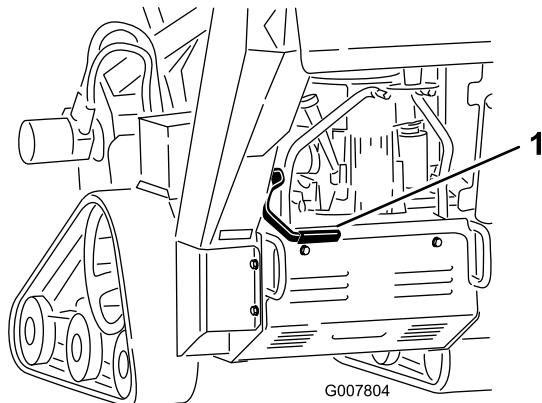

Figura 14
- Para poner el freno de estacionamiento, tire de la palanca del freno hacia atrás y hacia arriba (Figura 14).
- Para quitar el freno, tire de la palanca hacia atrás y luego hacia abajo (Figura 14).